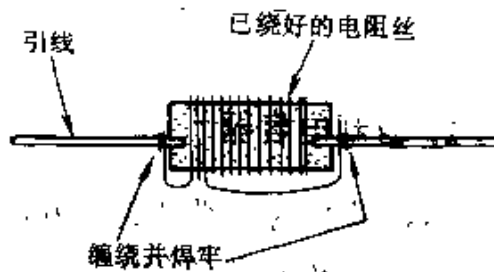

图 3-92
④ 电阻丝绕制结束后,将其两个线头分别缠绕固定在左右两端的引线上,并将其焊牢,如图 3-92 所示。